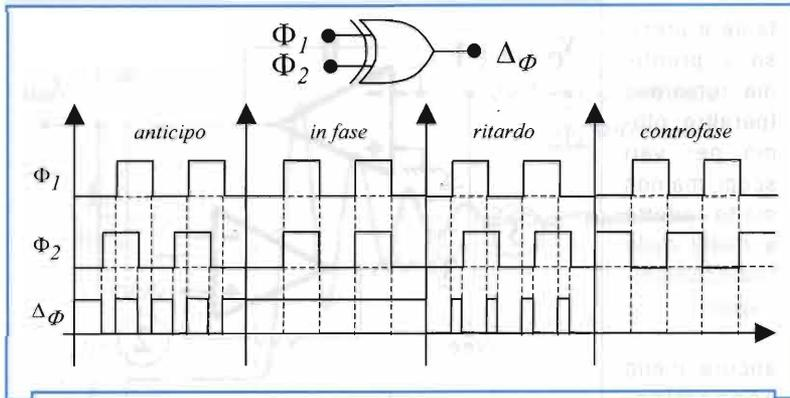

Figura 63
- il più economico (e il basso costo è l'unico suo vantaggio...) è costituito da uno XOR, che dà uscita alta quando i segnali sono diversi, e quindi fuori fase (Figura 63). Con un comparatore di questo genere, in linea di massima si ottiene un PLL in cui l'errore di fase è costante (quindi l'errore di frequenza è nullo).